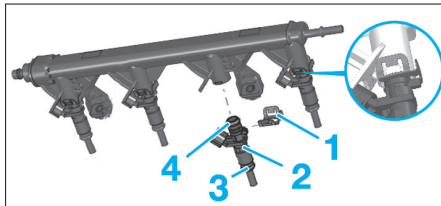

Fig. 64
- Extraire l'agrafe (1) (Fig.64), puis extraire l'injecteur (2).